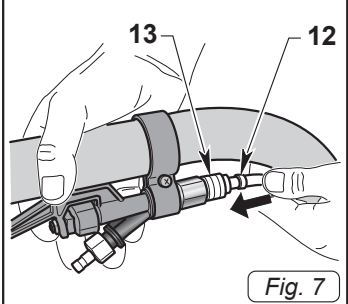

Fig. 7
- Schließen Sie den Schlauch (12 Abb. 7) von der Düse an die Schnellkupplung (13 Abb. 7) des Dosierungshebels an; zum Lösen drücken Sie die Schnellkupplung
(13 Abb. 7) gegen den Hebel.